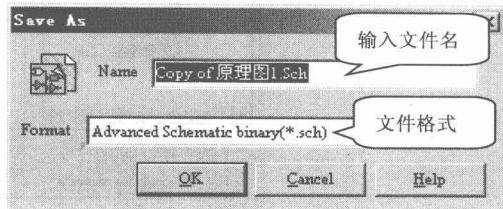

图 1.15 另存为设置
(1) 执行菜单命令 File | Save，或单击工具栏上的“保存”按钮，即可保存当前文件。
(2) 执行菜单命令 File | Save All，将保存当前打开的所有文件。
(3) 执行菜单命令 File | Save As (另存为)，其功能是将当前打开的文件更名保存为另一个新文件。系统弹出 Save As 对话框，如图 1.15 所示，单击“OK”按钮即可。